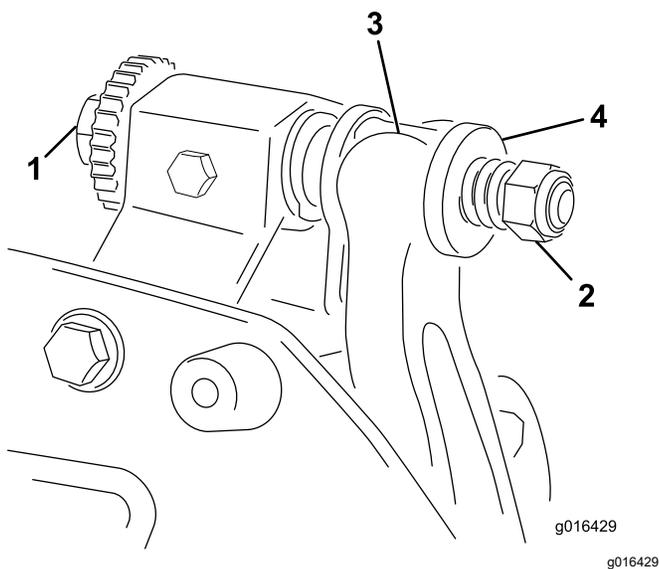

Figura 17
1. Gire el tornillo de ajuste de la barra de asiento en sentido antihorario para alejar la contracuchilla del molinete (Figura 17).
- Afloje la tuerca de tensado del muelle hasta que el muelle deje de presionar la arandela contra la barra de asiento (Figura 17).
1. Instale el conjunto de barra de asiento/contracuchilla, colocando las pestañas de montaje entre las arandelas y el tornillo de ajuste de la barra de asiento (Figura 17).